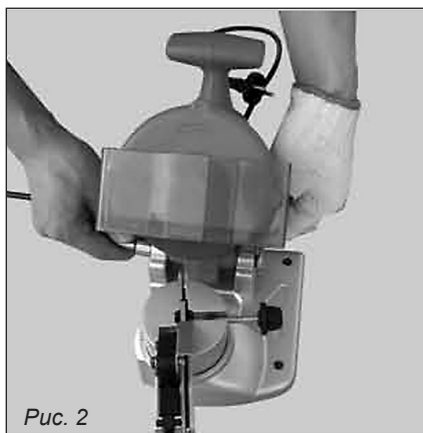

Рис. 2
- Расположите станок на рабочем столе (рис. 2).